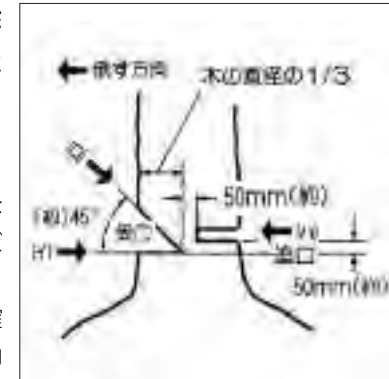

図17
- ①作業の前に倒す木の傾き、大きい枝の位置、風向などを考えて、倒す方向、避難する方向を決めてください。
- ②作業する場所の障害物を取り除き、足場の安全を確認してください。倒す木が斜面にある場合は必ず山側に安全な足場を確保してください。
- ③立ち木を切断するときは、倒す方向(受口)に(イ)(ロ)の順に受口を作ってください。木の直径の約1/3の切り込みで、角度は約45°。(図17参照)
- ④受口の水平部より約50mm上部の反対側に水平に追口(ハ)を切り込んでください。
- ⑤追口の切り込みが受口に近づくとも木は倒れ始めます。木が倒れ始めましたらチェーンソーを離し安全な方向に避難してください。
- ⑥木が所定の方向に倒れそうもない場合や、ソーチェーン、ガイドバーなどが挟まれたときは作業を中止し、追口にクサビを打ち込み、矯正してください。
- ①倒した木の枝払いは、幹を支えている大きな枝を残して、上面、側面の枝を切り落としてください。
- ②幹を支えている大きな枝を切り落とす場合は、幹の重みで枝がはねることがあります。注意して、慎重に切り落としてください。
- ①丸太が地面に接しているときは、丸太の下に台を入れ、地面から離すようにしてください。また、材料が動かないよう工夫してください。
- ②丸太の切断が終わりに近づくとき、丸太の荷重や丸太を押さえる荷重で切り口が狭くなり、ソーチェーン、ガイドバーが挟まれることがあります。挟まれたら台の位置を変え、切り口が広くなるようにして切断してください。